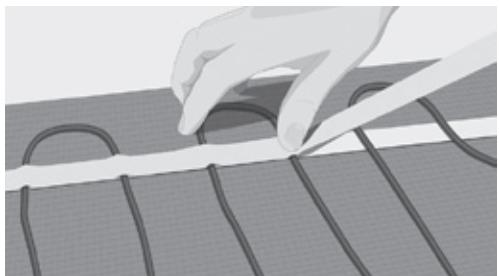

Fig. 8. Verrouillez le câble avec du ruban-cache
11. Fixer le câble avec du ruban-cache sur le dessus du câble et du ruban adhésif double face. Appuyer soigneusement la bande sur le câble pour empêcher la formation de trous d'air pendant la procédure d'encastrement (fig. 8).